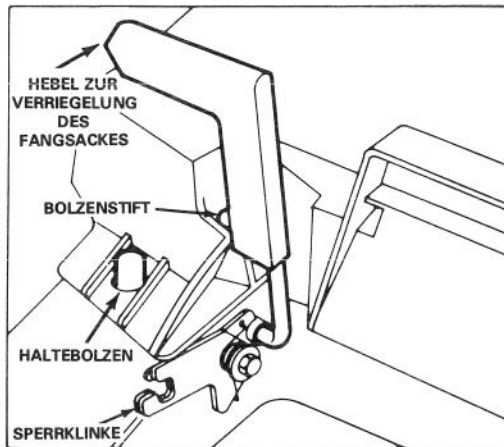

Bild 9
4. **INSTALLATION DES GRASFANGSACKES** — Lochöffnung des Korbrahmens auf den Haltebolzen am Gehäuse schieben (Bild 9) und den Rückwärtsteil des Korbrahmens auf den unteren Holm setzen.
5. Auswurfklappenhebel so weit nach vorn ziehen, bis Bolzenstift aus der Sperrklinke rastet und Hebel dann so weit nach rückwärts bewegen, bis Stift in der Nute verriegelt (Bild 9). Die Auswurfklappe im Mähergehäuse ist jetzt geöffnet. Herabdrücken am rechten Oberteil der Auswurfklappe könnte sich als erforderlich erweisen, um den Verriegelungsbolzen des Griffs aus der Sperrklinke zu lösen.